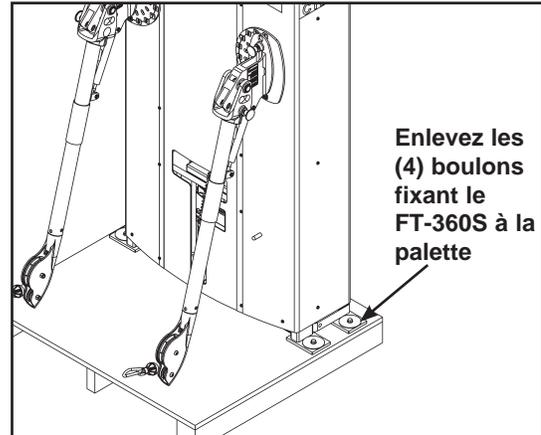

Figure 1
- A. Enlevez les quatre boulons fixant le FT-360S à la palette. Reportez-vous à la figure 1.